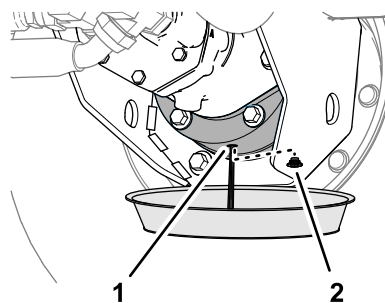

Figure 87
6. Placez un bac de vidange sous le carter de frein, enlevez le bouchon de vidange et vidangez toute l'huile (Figure 87).